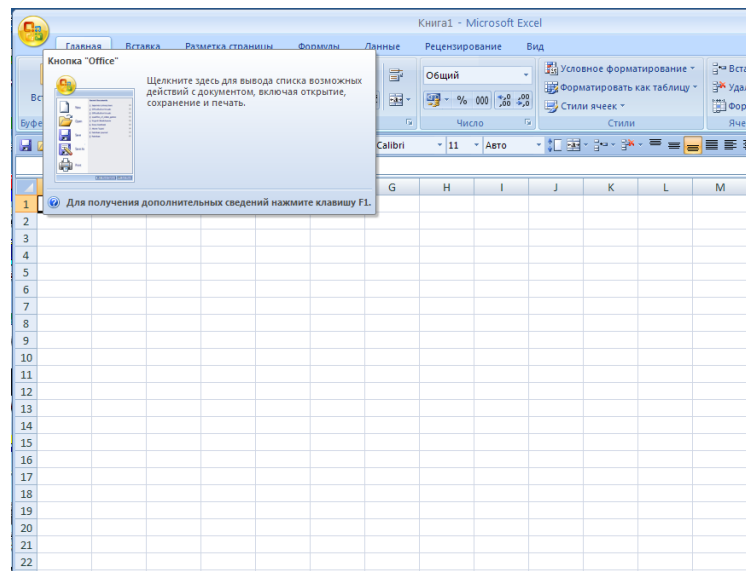

Рис. 16
- 4.23.1 Нажать кнопку “Office” (рис. 16)